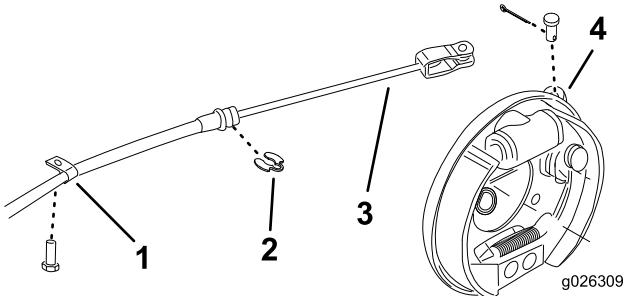

図 2
2. 駐車ブレーキのケーブル後輪用ブレーキレバーに固定しているコッターピンとクレビスピンを取る図2。
3. ブレーキケーブルをフレームに固定しているR クランプとC クリップを外す図2。